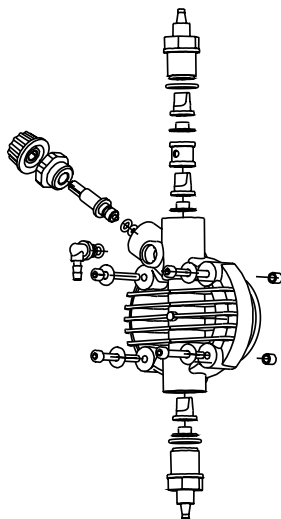

Fig. 12
3. Elimine todo el líquido presente en el cuerpo de la bomba, desmontado y volviendo a montar el cuerpo de la bomba con los cuatro tornillos de sujeción (Fig. 12).
2. Revise el funcionamiento de la bomba al menos cada 6 meses, así como la posición de los tornillos y de las juntas de impermeabilización. El control debe ser efectuado con más frecuencia en líquidos agresivos, prestando especial atención en la concentración de aditivo en la instalación. Su reducción podría ser debida al desgaste de las válvulas (en tal caso se deben sustituir siguiendo los pasos de la Fig.12) o al atasco del filtro, que se debe limpiar como se indica en el punto 3.
También se puede efectuar esta operación de la forma siguiente: una vez la bomba está desconectada de la instalación, sujete la bomba boca abajo por unos pocos segundos (15-30) sin que los tubos estén conectados a los empalmes. Si resulta imposible, desmontar y volver a montar el cuerpo de la bomba (Fig.12) utilizando los cuatro tornillos de fijación.